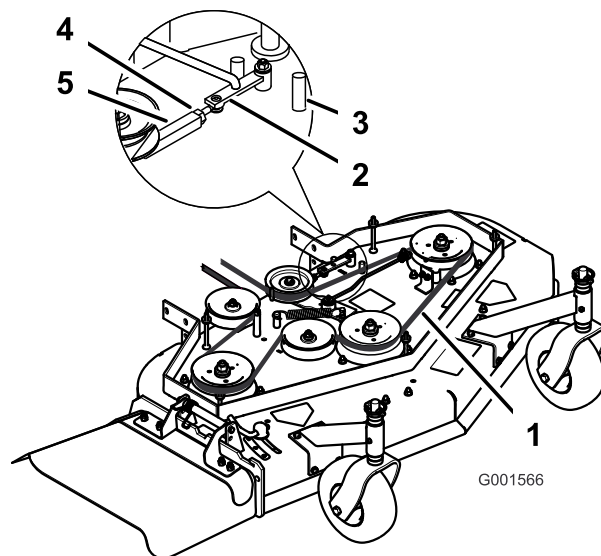

Figure 45
3. Desserrez le contre-écrou sur le tendeur (Figure 45).
4. Tournez le tendeur vers l'arrière de la tondeuse pour augmenter la tension sur la courroie. Tournez le tendeur vers l'avant de la tondeuse pour réduire la tension sur la courroie (Figure 45).